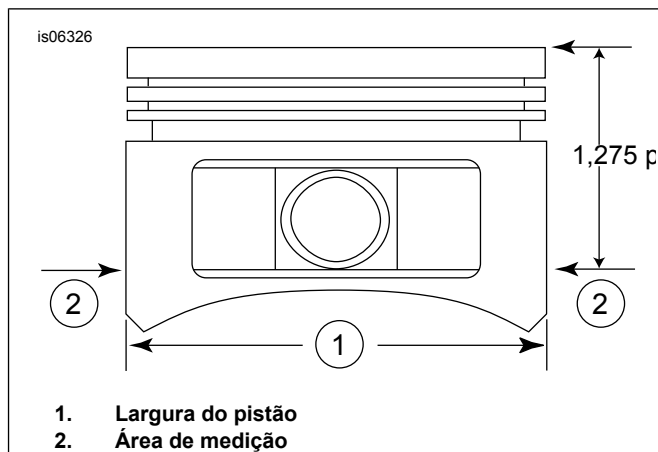

Figura 2. Medidas do Pistão
5. Ver a Figura 2. Meça a largura do pistão (1) a 90 graus na horizontal de ambos os lados do orifício do pino do pistão e a 1,275 pol. (32,385 mm) abaixo da superfície da plataforma (superior) do pistão (2). Para saber como encaixar o pistão no cilindro, consulte o Tabela 11.